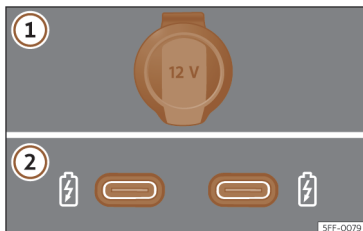

Fig. 175 Tomadas de corrente de 12 Volts do veículo
>>> Fig. 175
Em função do equipamento e do país, o veículo pode dispor também de conectores USB com função **exclusivamente de carga ou tomada de corrente** >>> **Fig. 175 ②**.